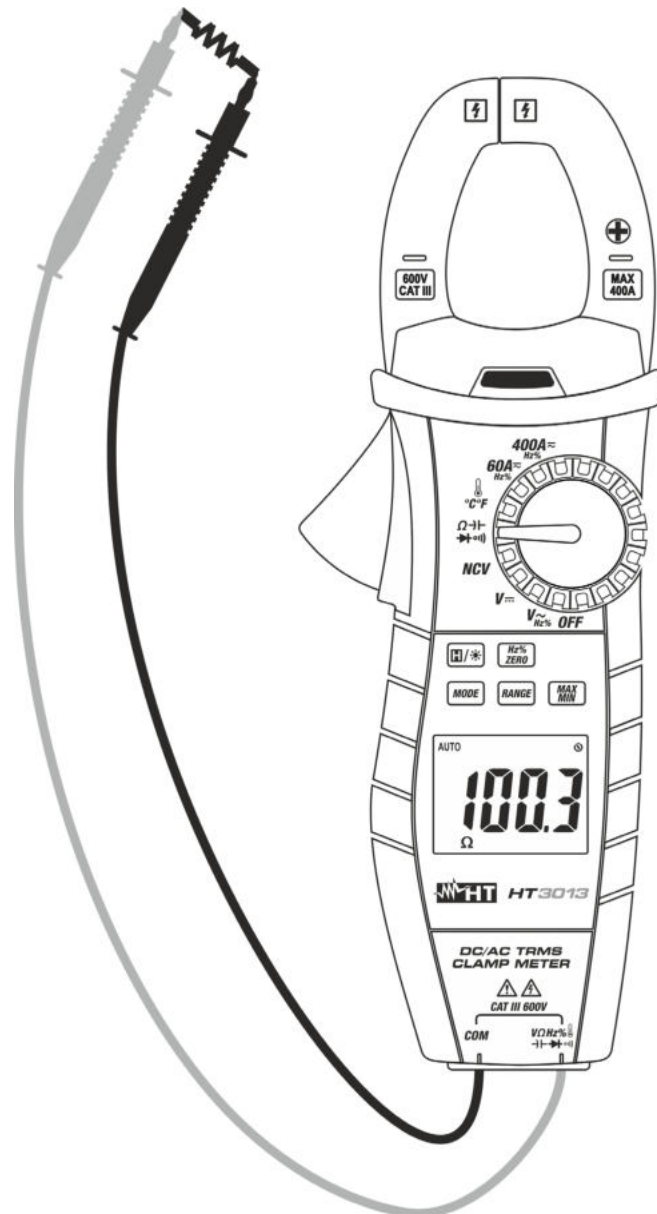

Fig. 7 : Utilisation de l'instrument pour mesure de Résistance
3. Positionner les embouts sur les points désirés du circuit sous test (voir Fig. 7). La valeur de résistance sera affichée à l'écran.